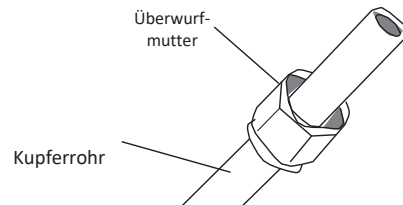

Abb. 7.6
2. Platzieren Sie die Muttern an beiden Enden des Rohres. Vergewissern Sie sich, dass sie in die richtige Richtung zeigen, Sie können sie nach dem Bördeln nicht mehr ändern. Siehe Abb. 7.6